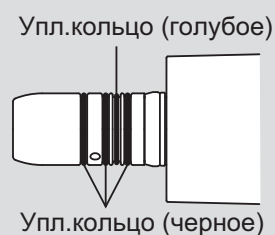

Рис. 4
- Убедитесь, что вы не ошиблись с номером заказа. (Рис.4)